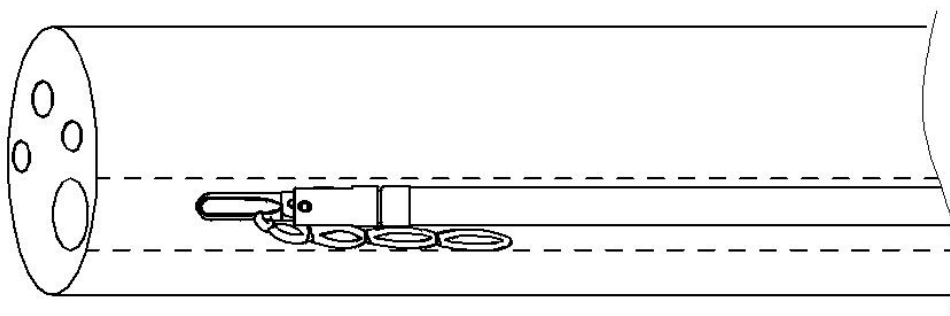

Fig. 3
1. Aprire la custodia e rimuovere il blister dalla parte distale del morsetto per esporre quest'ultimo con l'anello elastico precaricato. Inserire con cautela il dispositivo nel canale dell'endoscopio, assicurandosi che il morsetto sia in posizione serrata (fig.3).